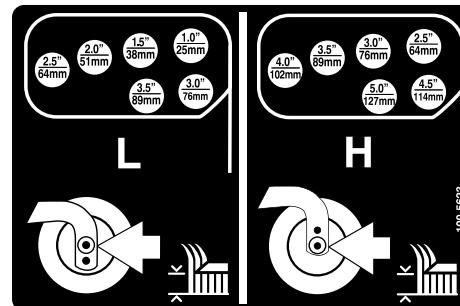

Bild 22
5. Drehen Sie die Spannstange, um den Gelenkarm anzuheben oder abzusenken, bis die Löcher mit den ausgewählten Löchern in der Schnitthöhenhalterung im Mähwerkrahmen ausgerichtet sind (Bild 21 und Bild 22).